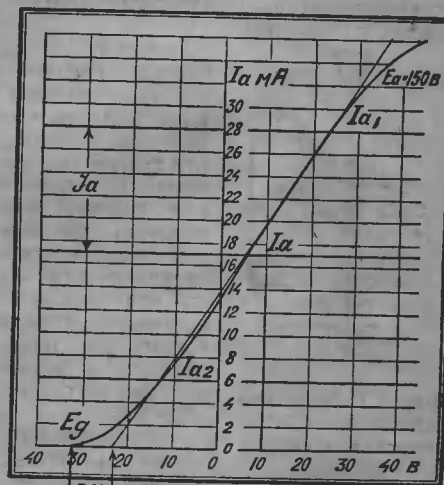

Рис. 1. I_{a1} — наибольшее значение неискаженного тока.
K легко можно получить из ламповой характеристики (см. рис. 1 и 2) $[R]$ которое входит также и в уравнение (1) обозначает абсолютное значение всех сопротивлений цепи лампы. В специальном случае индуктивного громкоговорителя уравнение (3) напишется в таком виде: